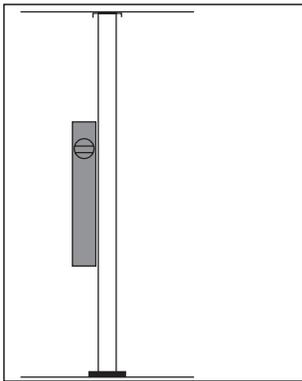

Bild 13
3. Richten Sie die Tür mit Hilfe einer Wasserwaage lotrecht aus (Bild 13, Bodenschiene mit Tür verschieben).